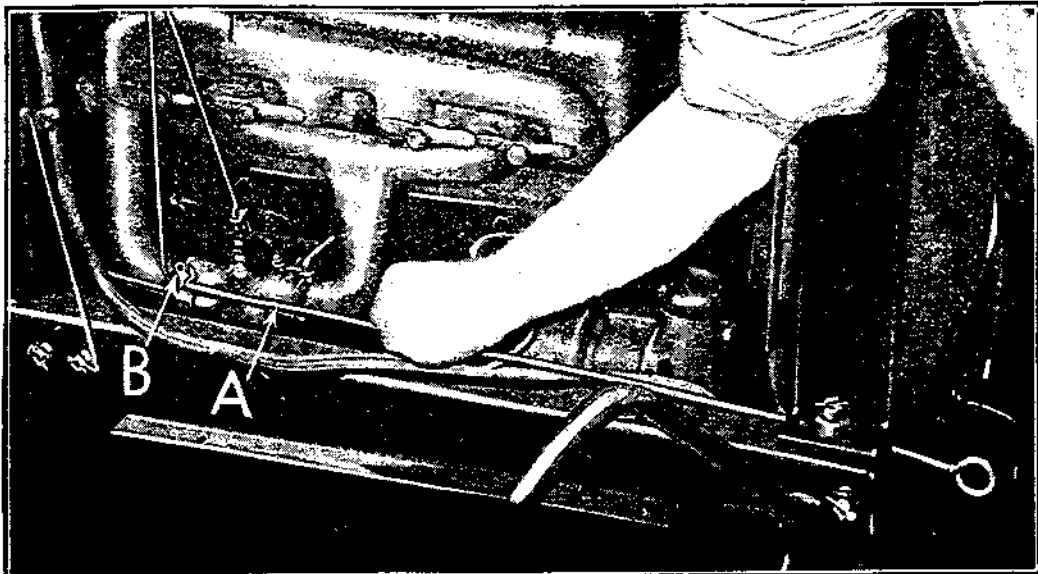

Fig. 18
- a) Ouvrir le robinet de vidange à la partie inférieure du radiateur, et pendant que l'eau s'écoule, défaire la tige étrangleur d'air (voir A, fig. 18) en la décrochant de l'articulation B du carburateur, et la retirer par le tablier inférieur du radiateur.